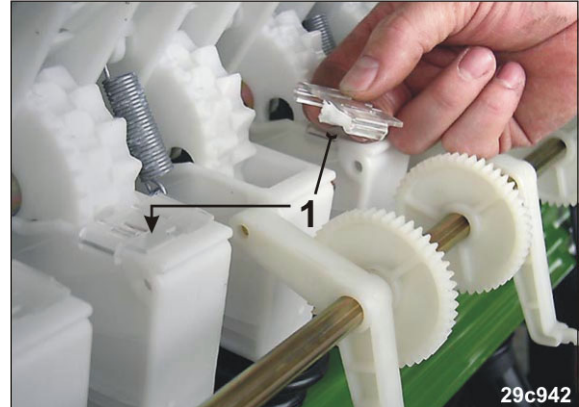

Fig. 246
2. Neue Fahrgassensäräder markieren, indem Sie die Feinsäradbürsten (Fig. 246/1) auf die neuen Fahrgassensägegehäuse aufstecken.